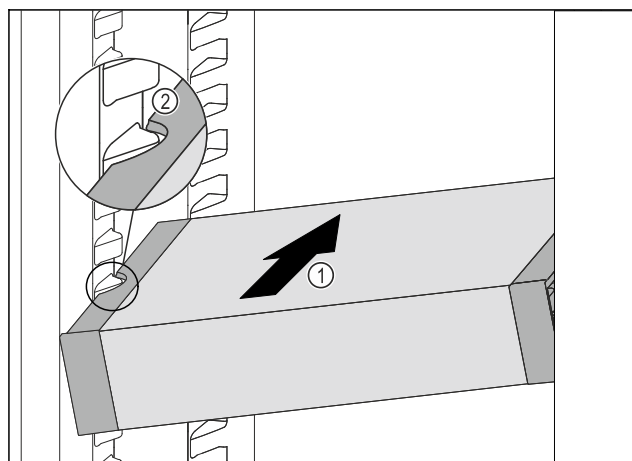

Fig. 89
- ▶ Skyv VarioSafe skrått inn i kjøleskapsdelen Fig. 89 (1), til utsparingene på sidene av Fig. 89 (2) VarioSafeser på nivå med rillene i kjøleskapet.